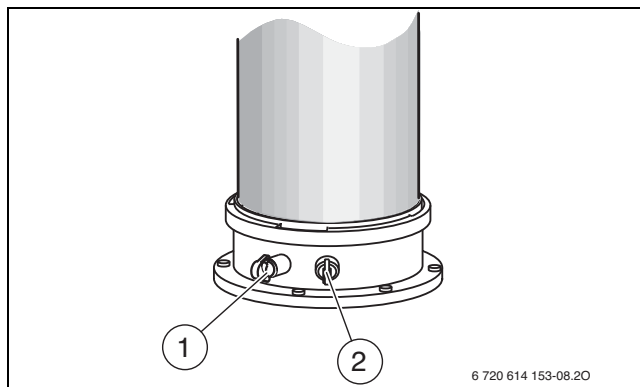

Fig. 34 Buse de mesure des fumées et de l'air de combustion
- ▶ Retirer le bouchon de la buse de mesure des fumées [1] (→ fig. 34).